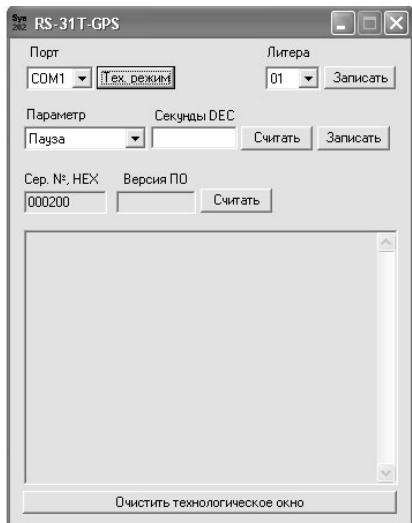

Рисунок 3 – Активное окно программы
- 4** В активном окне программы (рисунок 3) выберите COM-порт, к которому подключен программатор RS-31PRG. Включите питание передатчика.
Для изменения литеры передатчика необходимо использовать активное окно программы RS-31T-GPS+.EXE (рисунок 3):